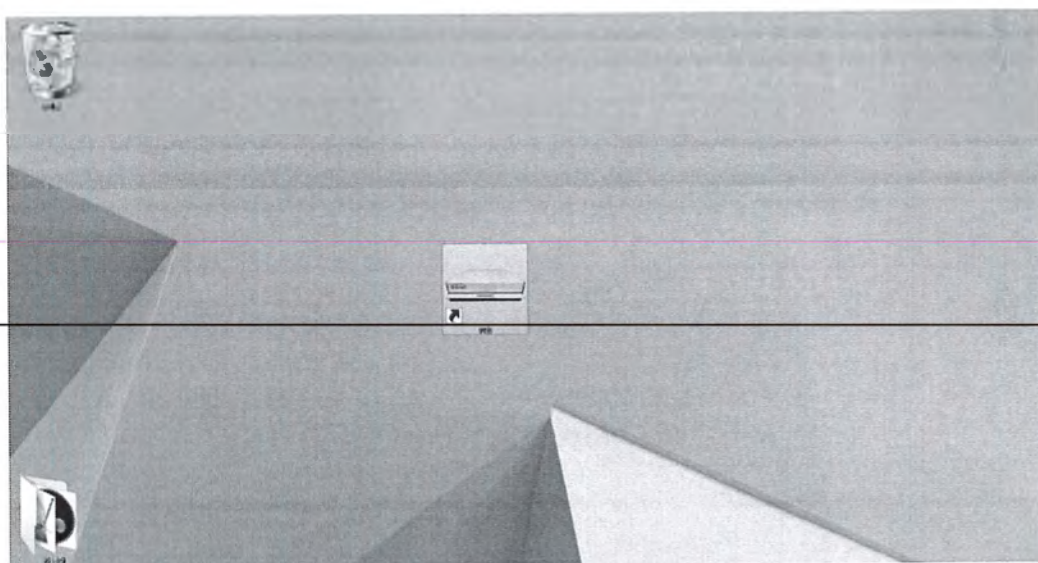

Рисунок 22
7.18.4 Чтобы запустить программу «PQS» (Рисунок 22), необходимо дважды щёлкнуть значок «PQS» на экране ПК.